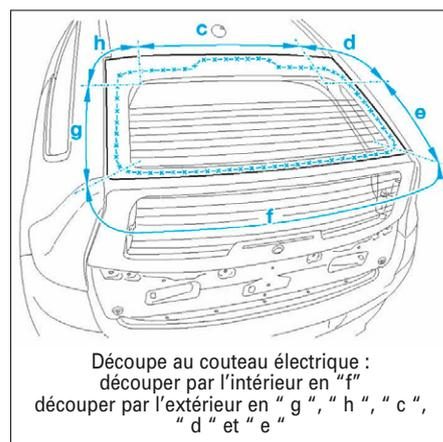

FIG. 89
- Découper le cordon de colle de la lunette horizontale (Fig.89 ou 90).